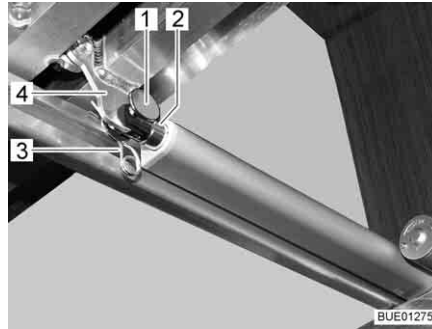

Fig. 133 Azionamento
- Rimuovere il collegamento (p. es. perno e spina a molla (Fig. 133,1 e 3)) tra biella (Fig. 133,2) e telaio portamaterasso (Fig. 133,4).